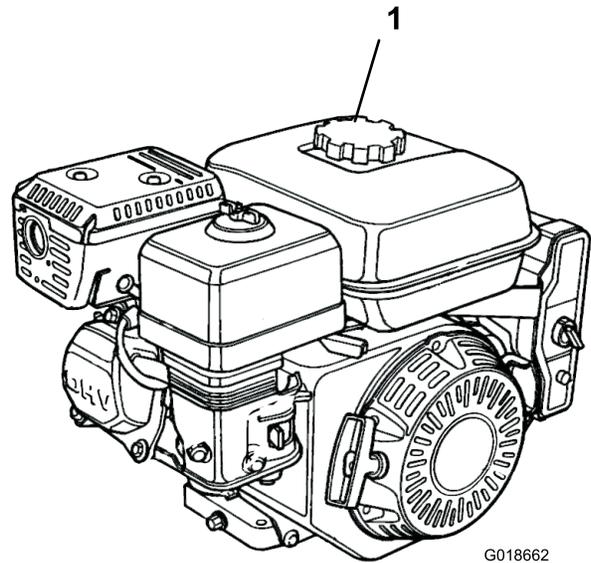

Figure 7
1. Nettoyez la surface autour du bouchon du réservoir de carburant puis retirez le bouchon (Figure 7). Remplissez le réservoir de carburant d'essence sans plomb (indice d'octane minimum 87 à la pompe) jusqu'à environ 25 mm en dessous du haut du